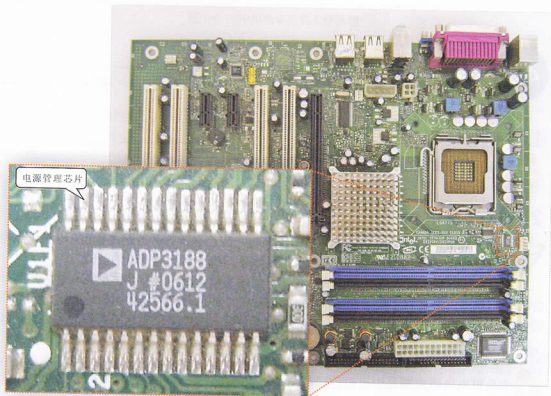
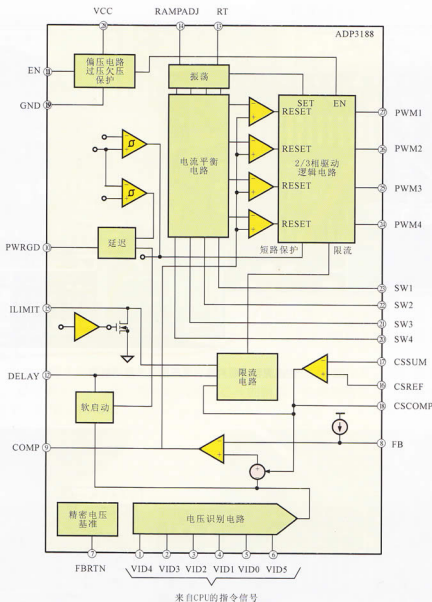

图4-10 INTEL D915GAV主板采用ADP3188电源管理芯片实物外形
图4-11 ADP3188的内部功能结构图
(1) INTEL D915GAV主板采用ADP3188电源管理芯片,如图4-10所示为该主板上电源管理芯片的实物外形。在检测过程中,应了解各引脚的功能,根据集成电路上标识的具体型号找到相关引脚功能图,并参照图中标识进行实际检测,如图4-11所示为该电路的内部功能结构图。